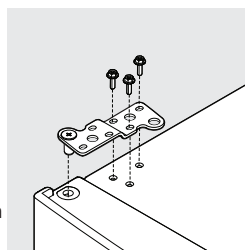

figura 12
14. Para los modelos sin cubierta de bisagra, invierta la cubierta de la bisagra e instálela utilizando una llave de cubo de 5/16 pulg. (consulte la Figura 12).